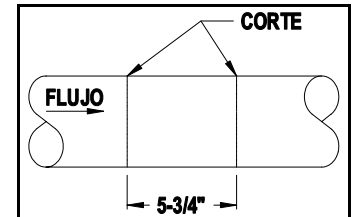
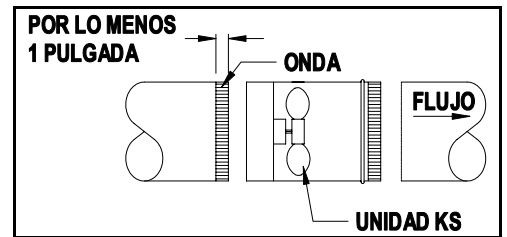

Figura 2
Figura 3
2. Un método alternativo es el de cortar una sección de 5-3/4" del tubo de conducto. (Ver Figura 2) Luego ondular el extremo del tubo de conducto con una onda de por lo menos 1". (Ver Figura 3)
3. Instale la unidad EVENAIR® con el extremo ondulado mirando hacia la zona de problemas. (Ver Figura 3) Asegure la unidad con los tornillos para hojas metálicas y selle las juntas con cinta adhesiva para conductos. Sostenga la unidad con un método de colgar aceptable.